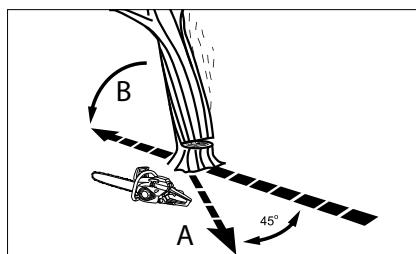

Рис. 14
Попередньо намітьте собі шлях відходу (A) та очистіть від можливих перешкод перед тим, як приступити до виконання зрізів. Шлях до відходу повинен бути в напрямку, протилежному напрямку передбачуваного падіння дерева (B) (рис. 14).